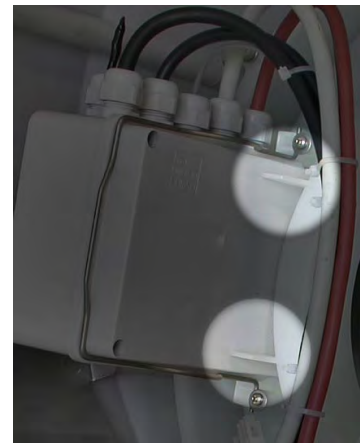

Fig. 17
- Contrôler que le boîtier électrique est fermé et positionné correctement, dans son siège, avec le ressort serré. La surface du couvercle du boîtier doit reposer sur les deux butées indiquées sur la Fig. 17.